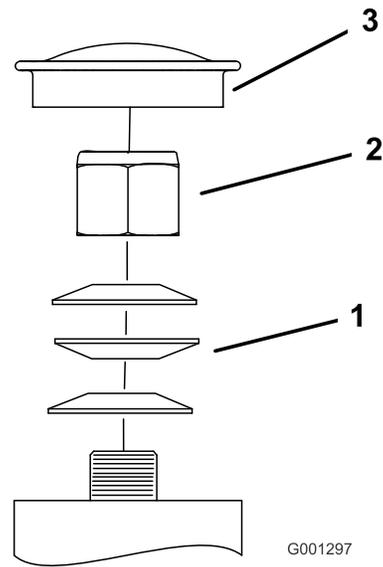

Figure 59
3. Retirez le capuchon antipoussière de la roue pivotante et serrez le contre-écrou (Figure 59).
4. Continuez de serrer le contre-écrou jusqu'à ce que les rondelles élastiques soient aplaties, puis desserrez-le d'un quart de tour pour obtenir la précharge correcte des roulements (Figure 59).
Important: Veillez à placer les rondelles élastiques comme montré à la Figure 59.
5. Reposez le couvre-moyeu (Figure 59).